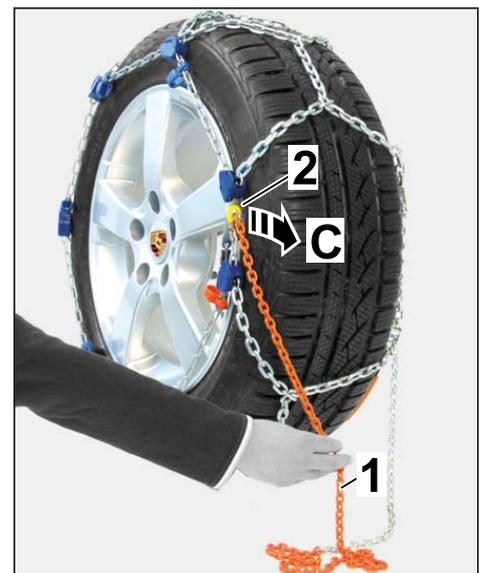

Fig. 17
3.3.4 Décrocher le maillon au niveau de la plaque de fermeture et tirer la chaîne de serrage par la plaque de fermeture (⇒ Fig. 17 -C-).